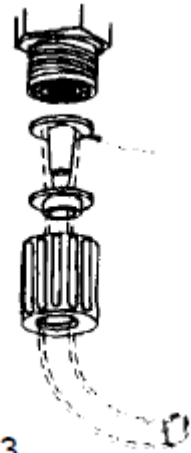

Fig.3
Verbinden Sie das Kabel der Trockenlaufsicherung (12) mit dem Anschluss an der Dosierpumpe (siehe S. 4 der Gebrauchsanweisung der Pumpe). Verbinden Sie den Ansaugschlauch mit dem Ansaugventil unten am Kopf der Dosierpumpe (10) wie in Fig. 3 zu sehen.